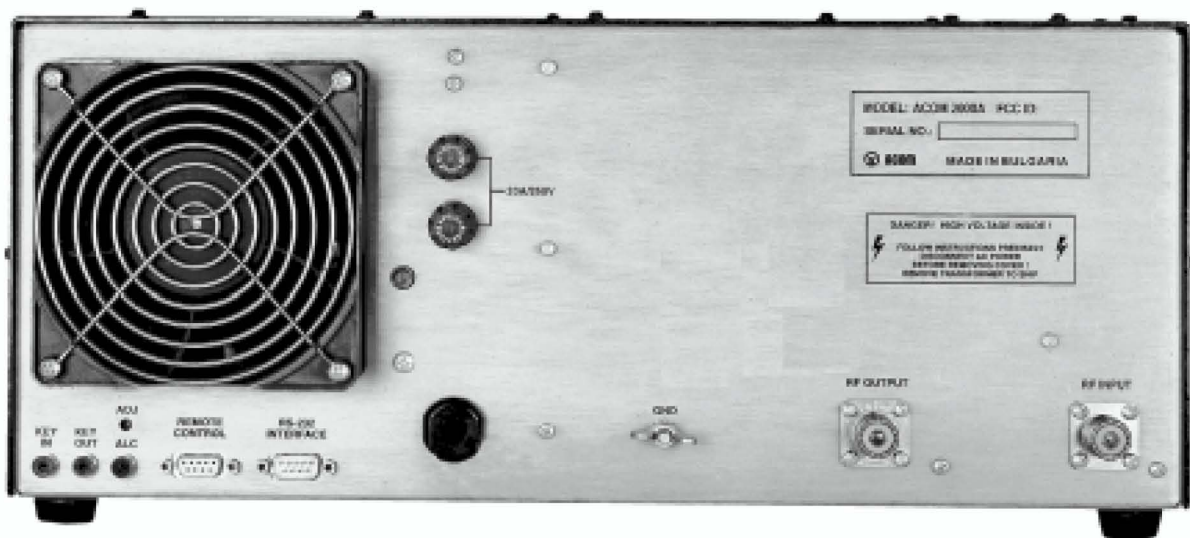

Figura 2-2. Conexiones traseras y ventilador auxiliar
a) Empiece conectando la palomilla de tierra del amplificador (en el panel trasero, marcada GND) al sistema de tierra de la estación (ver la figura 2-2 en el manual original).